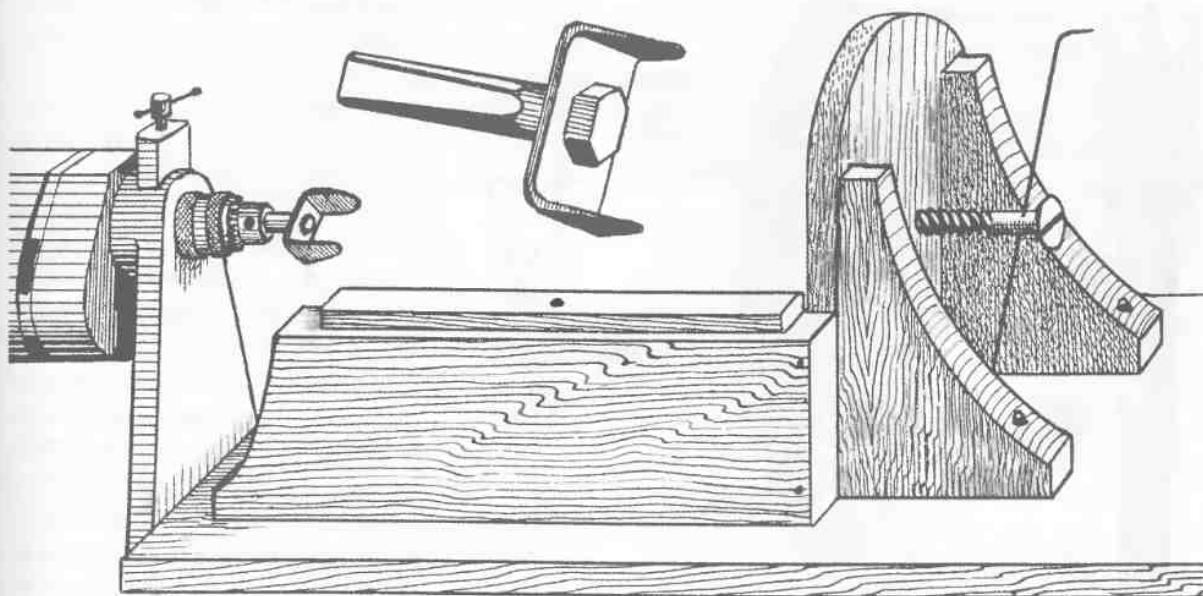

Рис. 143. Приставка к электродрели для обтачивания крупных деталей
**Приспособление для точения крупных деталей.** Предположим, что домашнему мастеру требуется изготовить поделку большого размера, которую нельзя зажать непосредственно в патроне дрели. В этом случае приспособление для обтачивания можно видоизменять и максимально упростить (рис. 143). В конструкции будут только две металлические детали: вилка для захвата торца заготовки (или держав-